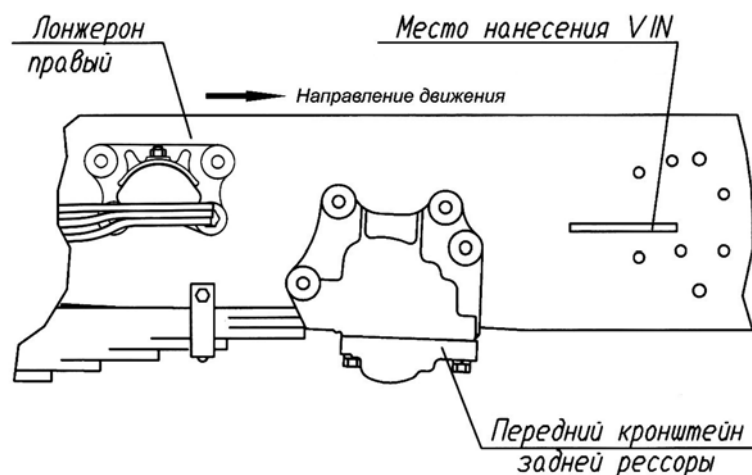

Рис. 1.1. Место нанесения VIN автомобилей и автомобильных шасси
1.1. Идентификационный номер ТС (VIN) на автомобилях и автомобильных шасси нанесён на правом лонжероне рамы перед передним кронштейном задней рессоры (см. рис. 1.1).